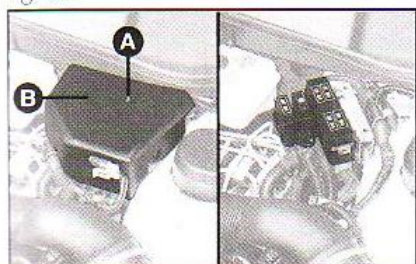
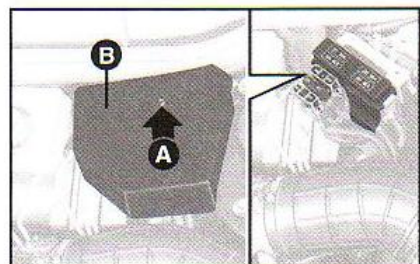

fig. 56
fig. 57
- Retirar o parafuso A-fig. 56 ou A-fig. 57 e remover a tampa de proteção B.
Fusíveis no vão do motor - fig. 57 ou 61.